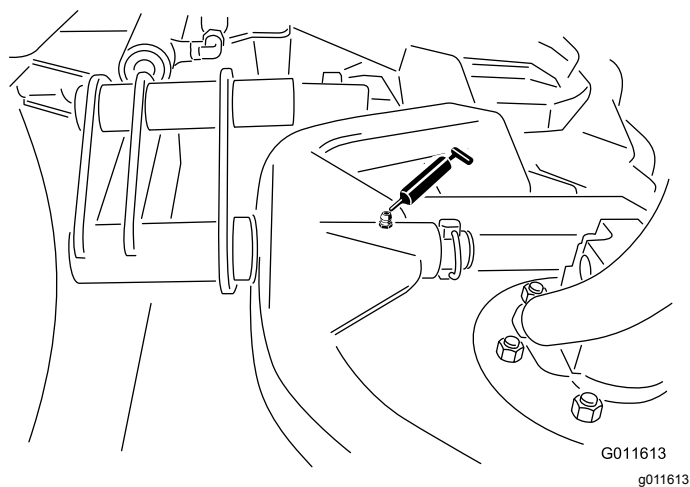

Figure 45
- Pivot de bâti porteur de plateau de coupe (x 1) (Figure 45)